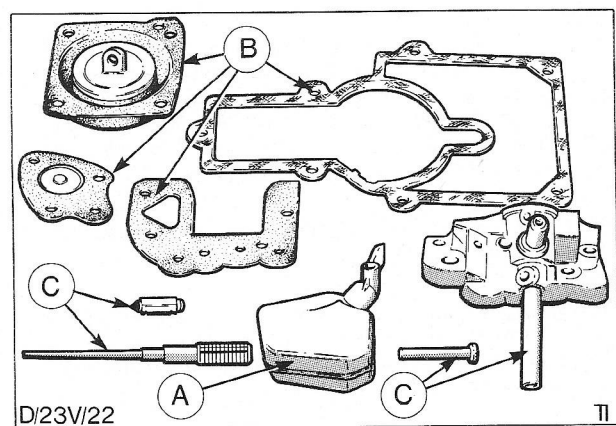

Fig. 50 Carburateuronderdelen die gecontroleerd moeten worden.
12. Inspecteer de carburateuronderdelen. De belangrijkste punten die gecontroleerd moeten worden, zijn in Fig. 50 aangegeven.